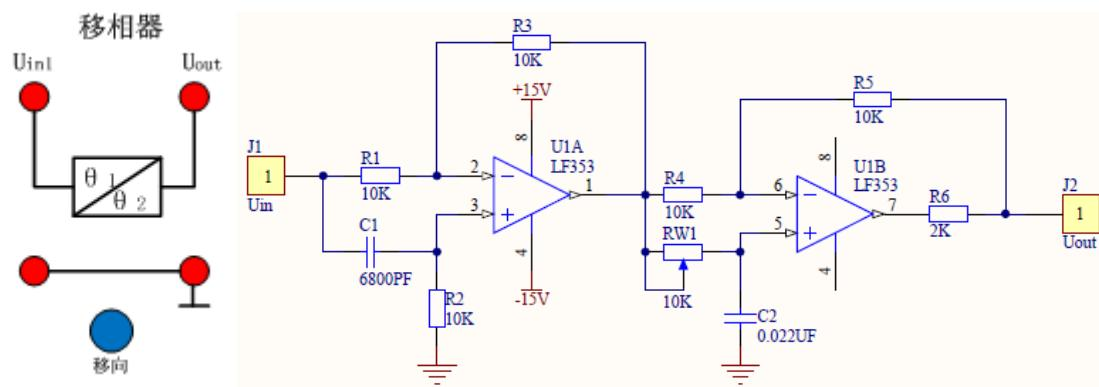

图 2.1 移相器模块及其电路原理图
- 了解移相器在实验仪所在位置及电路原理（见图 2.1）。
1、分析本移相器的工作原理: 根据图 2.1, 推导移相器输出 U_{out} 与输入 U_{in} 关于 $Rw1$ 的传递函数, 得到其幅频特性和相频特性, 并解释所观察到的现象。将相位的实测数据与理论数据进行比较分析。